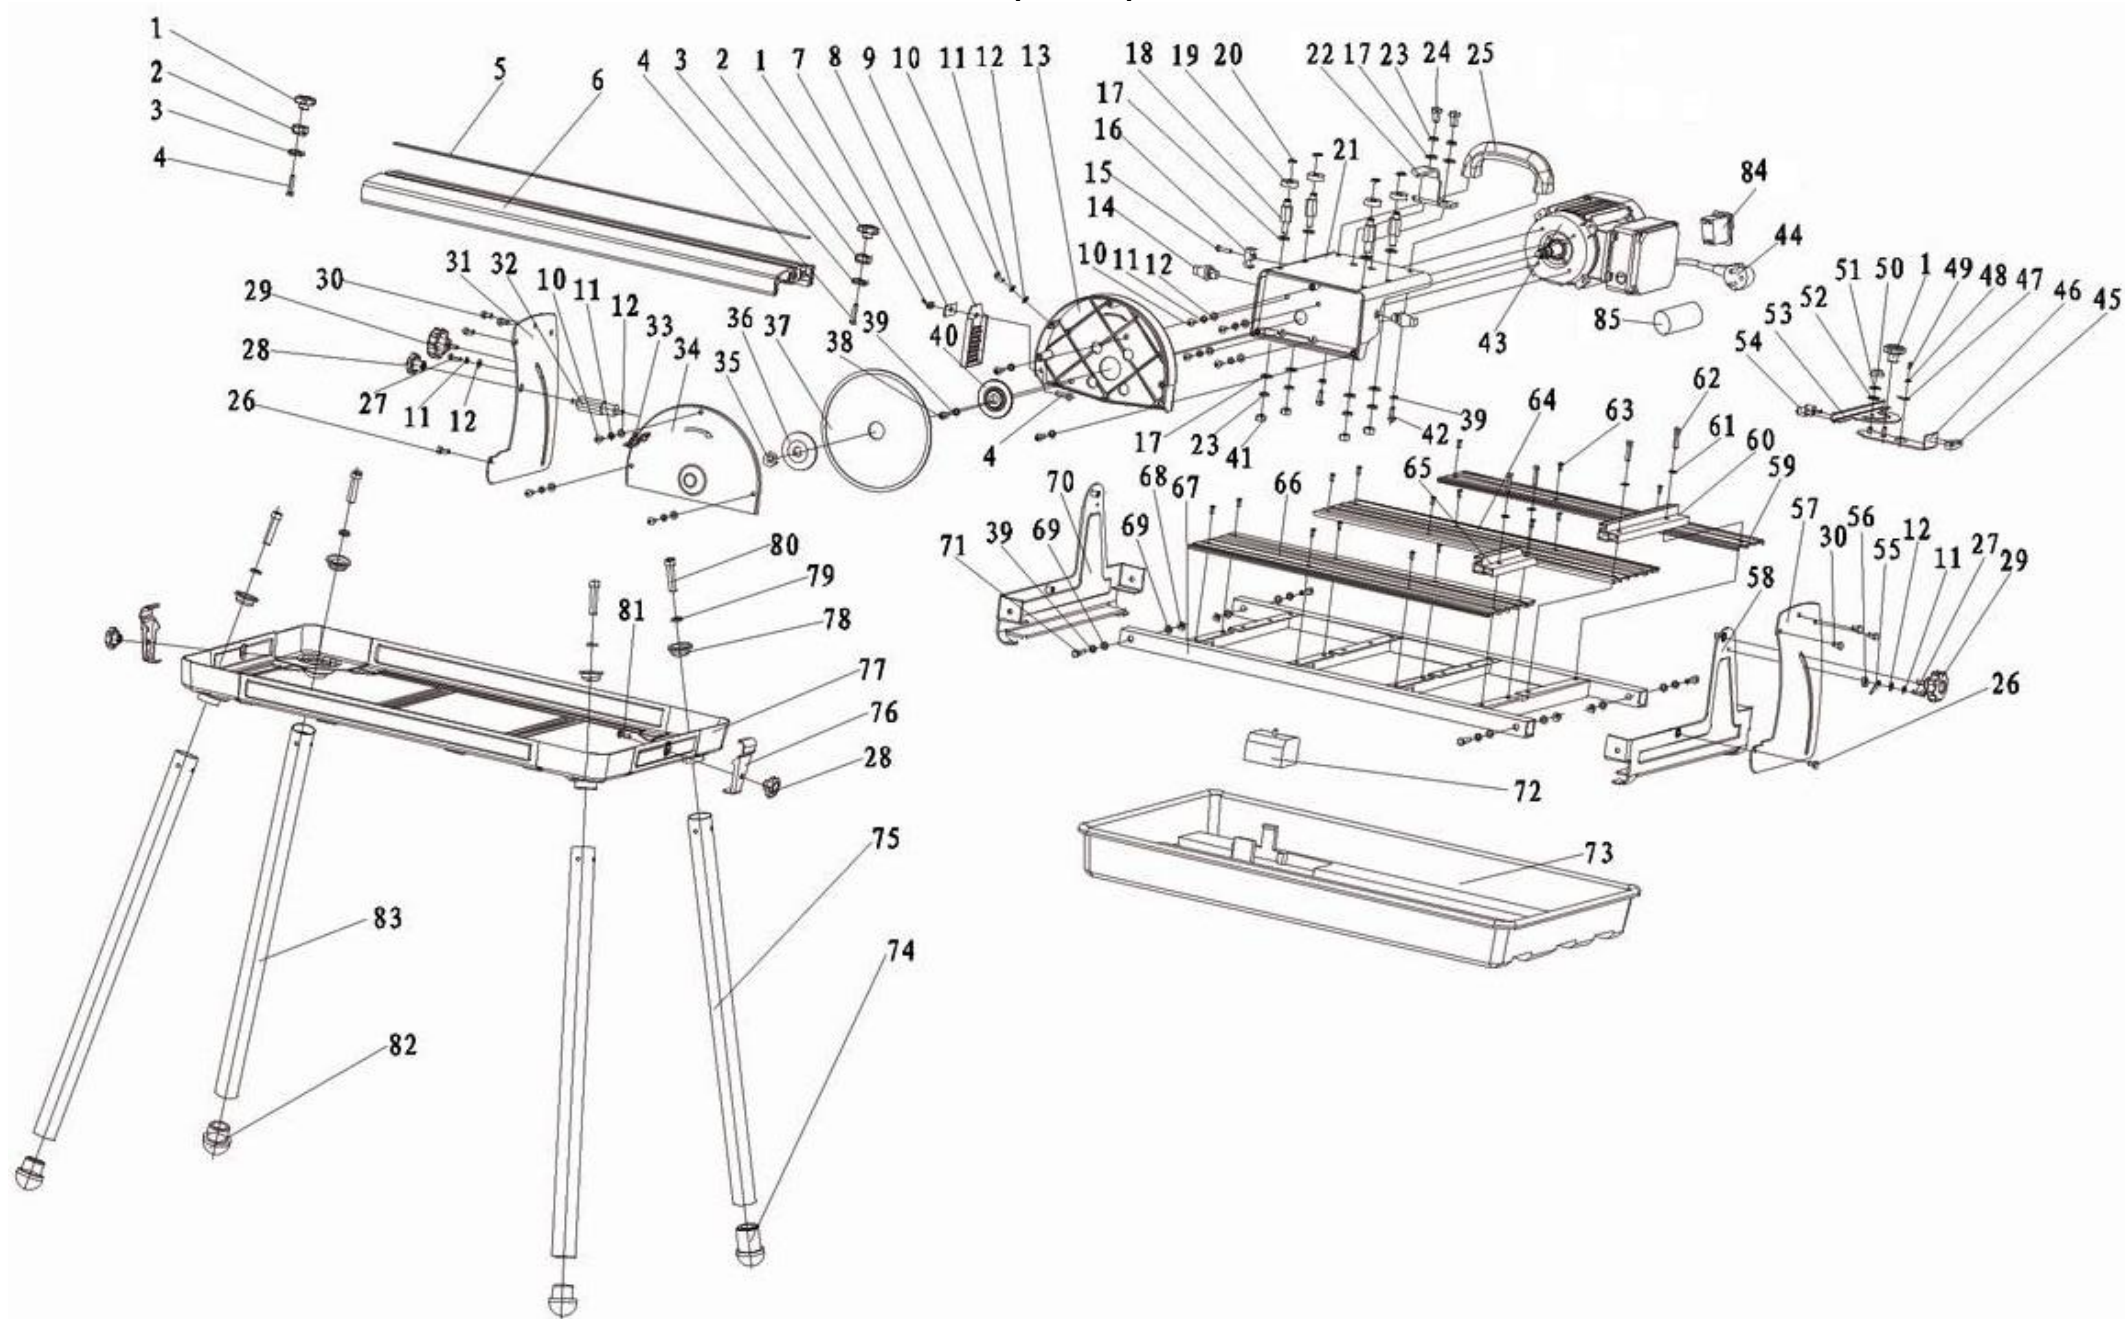

Рис. 1
9.1.1. Используя шестигранный ключ (J), Рис.1, выкрутите болты (24) из ножек (1). В отверстия основания (18) установите шайбы (25), ножки (1) закрепите на основании (18) болтами (24) и, как показано на Рис.5, соберите основание.
9.2.1. В основание (18) установите поддон (2) и гайкой крепления (3) и пластиной (4) зафиксируйте поддон (2) через отверстие для крепления (23), используя болты (L), Рис.1.
11.2.4. После включения плиткореза подождите, чтобы отрезной диск (22) набрал полную скорость. Убедитесь, что вода от насоса (B), Рис.1, непрерывно подается на отрезной диск (22).
Детали сборки «Корвет 463» (Рис. 1)